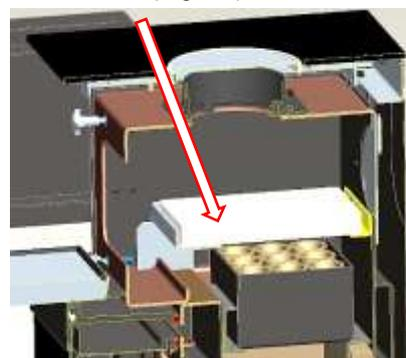

Fig. 11 : insertion déflecteur
4. Insérer le déflecteur (Fig. 11)